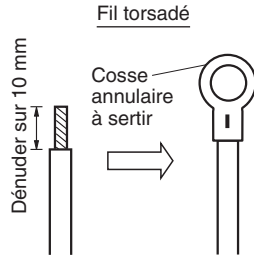
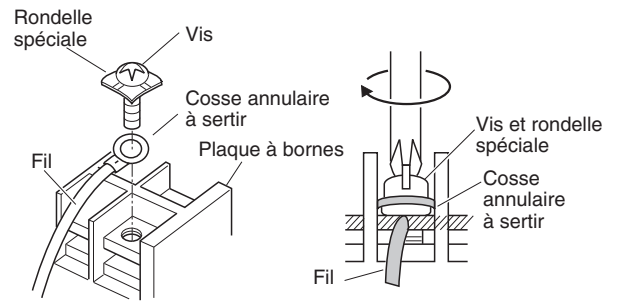

Fig. 4-7
Fig. 4-8
- (1) Couper l'extrémité de câble avec une pince coupante, puis dénuder l'isolant pour exposer le fil torsadé sur environ 10 mm, et bien torsader les brins du fil. (Fig. 4-7)
- (2) En utilisant un tournevis Phillips, enlevez la ou les vis de borne situées sur la plaquette de bornes.
- (3) En utilisant une pièce de fixation de connecteur d'anneau ou une tenaille, garnissez chaque extrémité de câble dénudée avec une borne à anneau de pression.
- (4) Placez la cosse annulaire à sertir, remplacez et serrez la vis de borne enlevée en utilisant un tournevis. (Fig. 4-8)